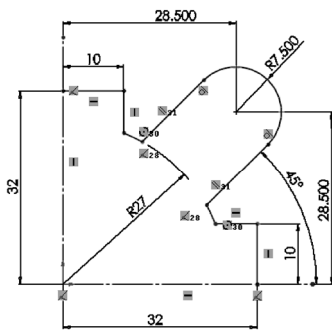

图 2-106 标注尺寸 2
7) 标注尺寸。单击“草图”控制面板中的 (智能尺寸) 按钮, 标注尺寸 2, 如图 2-106 所示。